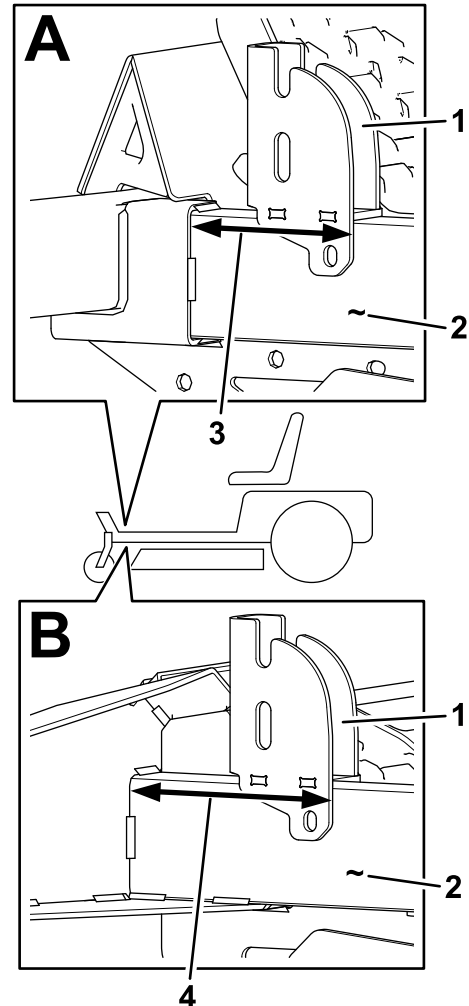

Figura 2
1. Sostenga el soporte del asidero contra el larguero izquierdo del bastidor y colóquelo según la medición del modelo en concreto (Figura 2).